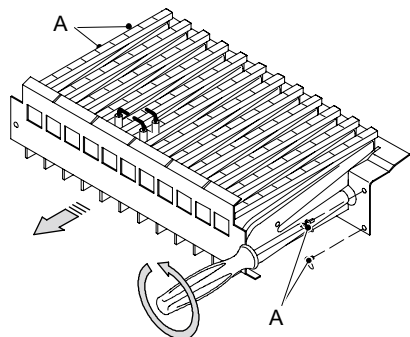

Figura 8.1
- Togliere il pannello anteriore della camera di combustione ed il bruciatore in Figura 8.1.
- Rimontare il bruciatore Figura 8.1, il pannello anteriore della camera di combustione.